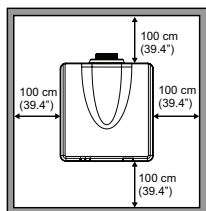

Abbildung 1–1
- Es ist wichtig, um den Projektor herum genügend Platz zu schaffen, um die Luftzirkulation und Kühlung des Geräts zu gewährleisten. Die unter **Abbildung 1–1** gezeigten Abmessungen geben den minimalen Platzbedarf an.
- Halten Sie bei Deckenmontage zwischen der Deckenhalterung und den unteren Einlassöffnungen des Projektors einen Mindestabstand wie in **Abbildung 1–1** dargestellt ein.